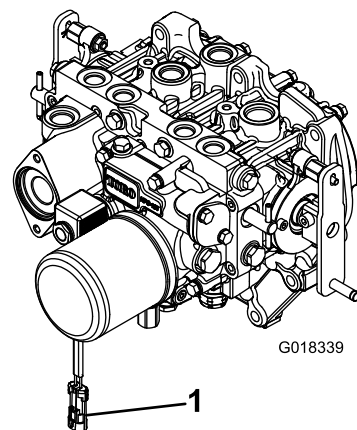

Figura 3
2. Desligue o conector elétrico da cablagem do conector da bobina da válvula do solenoide da tomada de força (Figura 3).
8. Depois da outra extremidade do veio propulsor estar ligada ao veio da caixa de engrenagens do acessório, ligue o conector da cablagem ao conector da bobina da válvula de solenoide da tomada de força (Figura 3).